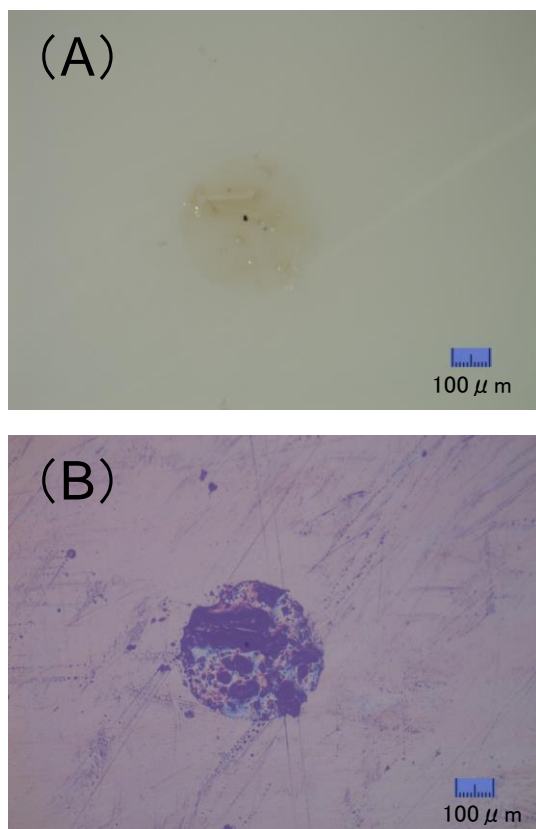
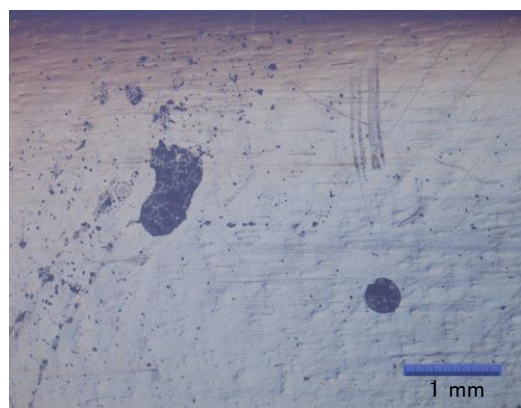

図2 (A) 付着異物の光学顕微鏡観察像
図3 付着異物の微分干渉観察像
製品のトラブル原因を解析するための試料の観察例として、樹脂製容器の表面に付着した異物への適用例を紹介します。図2 (A) に通常の落射照明での異物の観察像を示します。この試料では、異物の着色が薄いためコントラストが弱く、異物の付着状況がはっきりと観察できません。それに対して、微分干渉観察した場合は、図2 (B) のように付着物の輪郭がはっきりと見えます。このように、微分干渉観察を行なうことで、異物の形態や付着状況を観察することができます。ただし、微分干渉観察時にはその原理から、試料の色の情報を得ることはできません。色の情報を得るには、一般の落射照明などでの観察方法を用いる必要があります。
また、図2 (B) では、異物の周囲に樹脂表面の凹凸を確認できます。これは、一般の
微分干渉観察を行う際の注意点としては、微分干渉観察によって強調された試料の凹凸を、付着している異物として誤認識してしまう可能性があることが挙げられます。これを避けるためには、倍率を変えて観察することが有効です。図3に倍率を変えて撮影した樹脂表面の観察画像を示します。図3では図2 (B) に比べてより樹脂表面の凹凸が強調されて見えます。このように観察倍率によって凹凸の強調状況が異なってきますので、試料を観察する際は異なった倍率で観察してみることも必要です。